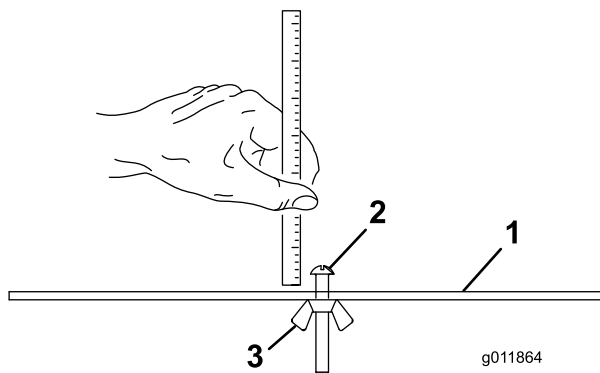

Bild 18
- Lösen Sie die Mutter an der Messlehre (Bild 18) und stellen Sie die Einstellschraube auf die gewünschte Schnitthöhe ein. Der Abstand zwischen dem unteren Ende des Schraubenkopfs und der Stirnseite der Messlehre ist die Schnitthöhe.